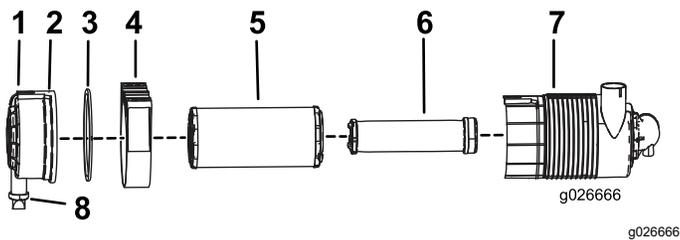

Figure 25
3. Ouvrez les dispositifs de verrouillage du filtre à air et détachez le boîtier du corps du filtre (Figure 25).
- Sortez le préfiltre du boîtier du filtre avec précaution (Figure 25).